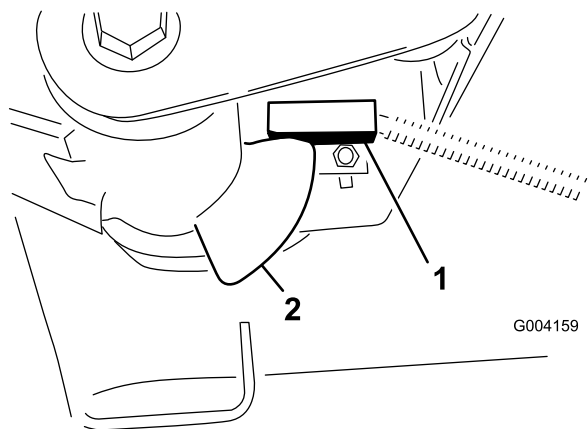

Figura 42
2. L'interruttore del braccio di sollevamento è situato sotto il serbatoio idraulico, dietro il braccio di sollevamento anteriore destro (Figura 42).
3. Allentate le viti di attacco dell'interruttore (Figura 42) e abbassate l'interruttore per aumentare l'altezza d'inversione del braccio di sollevamento, o alzate l'interruttore per ridurla. Serrate le viti di fissaggio.